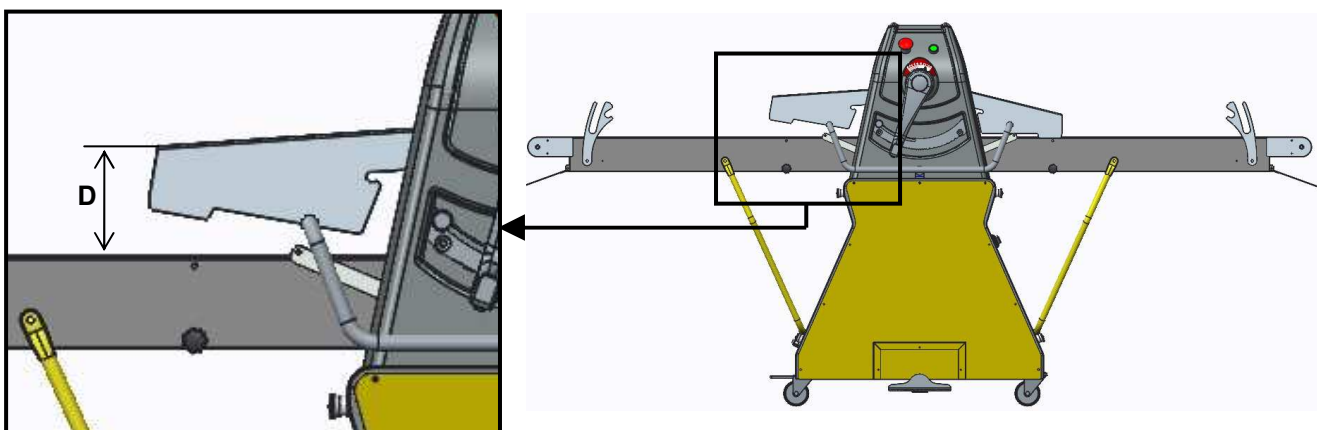

Рис. 46 - Защитные ограждения на входе и выходе зоны раскатки
Микропереключатель срабатывает при подъёме ограждения, когда расстояние **D** между краем самого ограждения и столом (см. Рис. 46) превысит некоторое предельное значение **Dmax**, которое в любом случае будет не более:
- микропереключатель срабатывает, когда расстояние **D** между ограждением и столом (см. Рис. 46) не превышает значение D_{max} , указанное в пар. 5.2.2, п. 1;